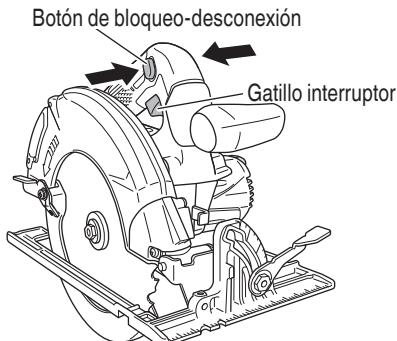

Fig. 22
3. Funcionamiento del interruptor (Fig. 22)
La carga de batería restante puede ser verificada presionando el interruptor para que el indicador luminoso de batería restante se ilumine en rojo. (Fig. 22)